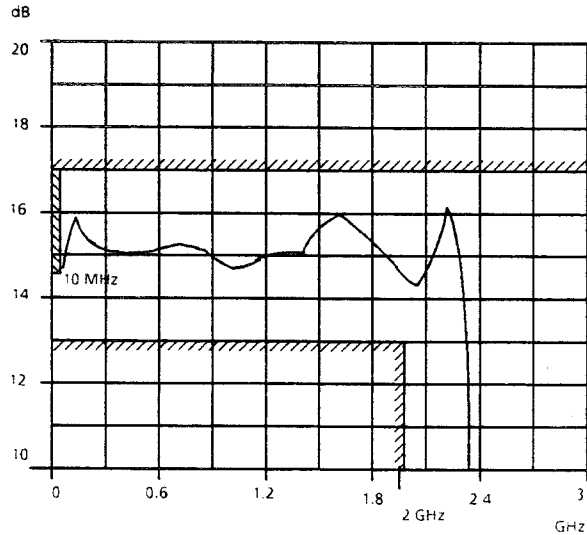

Bild 5-4 $|S_{21}|$ typische Kurve und Toleranzfeld
- $|S_{21}|$ und $|S_{11}|$ nach Bild 5-4 und 5-5 prüfen.